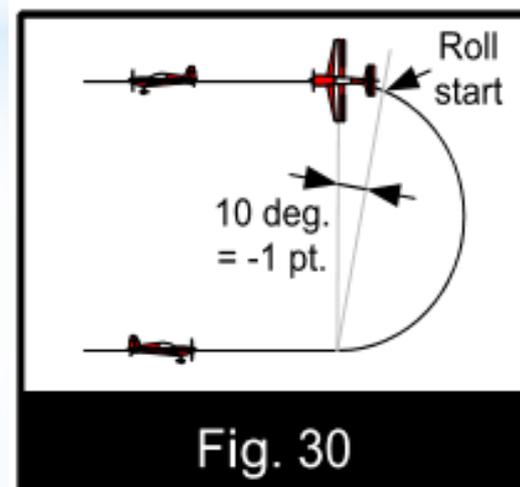

Fig. 30
- Si le tonneau commence avant que la demi-boucle soit terminée, les juges pénaliseront la figure d'une déduction de 0.5 points par 5 degrés de demi-boucle, dans laquelle le tonneau a été réalisé (Fig. 30).